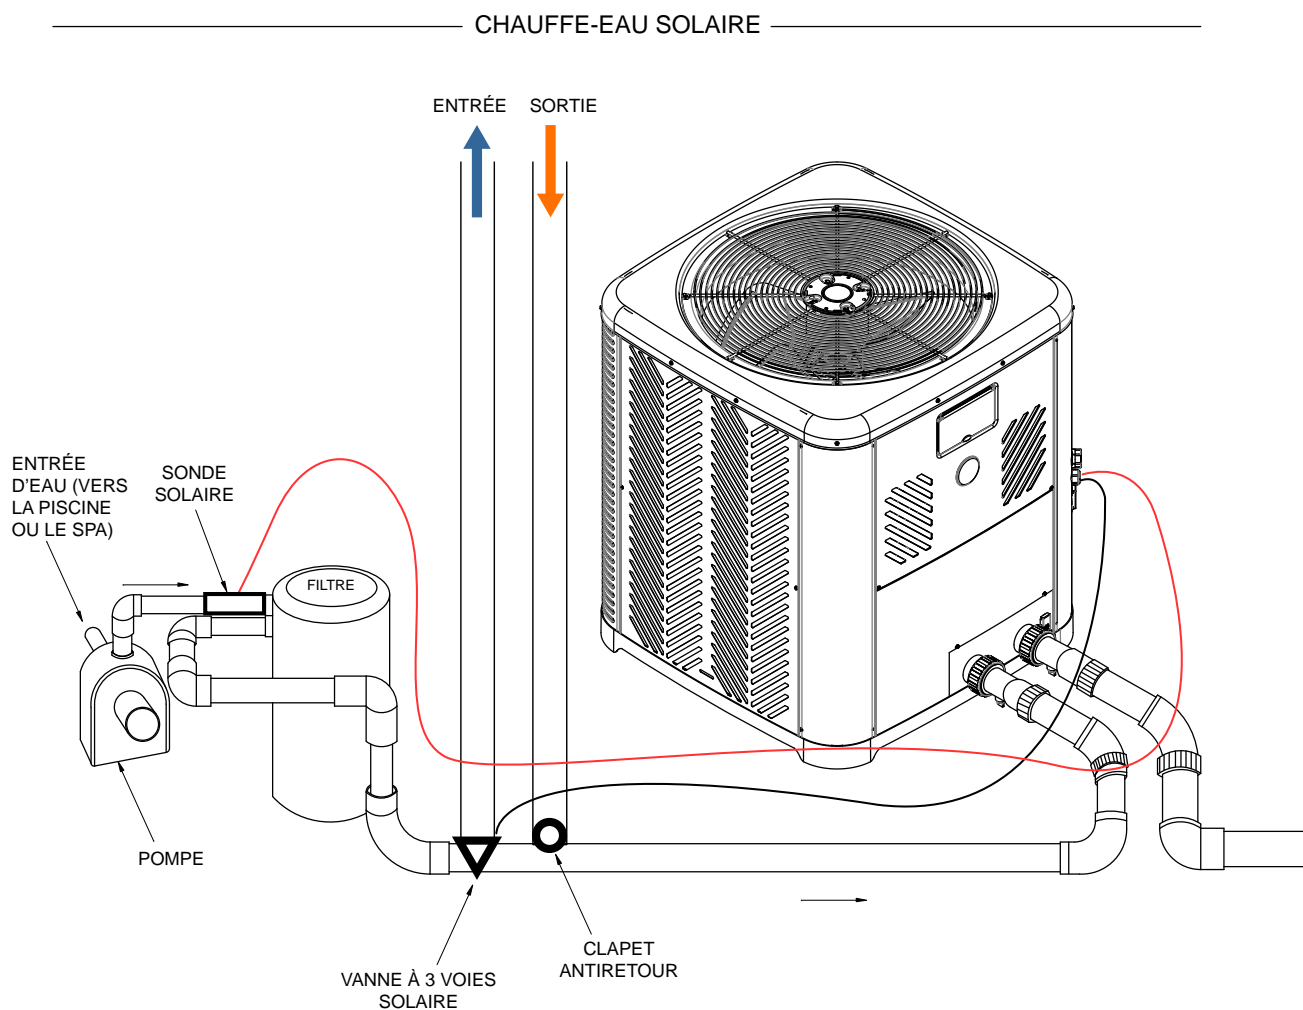

Figure 154. Composants du chauffe-eau solaire dans la tuyauterie
3. Installez un « clapet antiretour » à la sortie du chauffe-eau solaire pour empêcher tout reflux vers le collecteur solaire. Voir Figure 154.